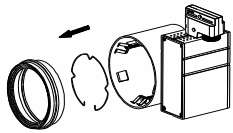

Рис.1
- Снимите переднюю крышку светильника, (РИС.1).